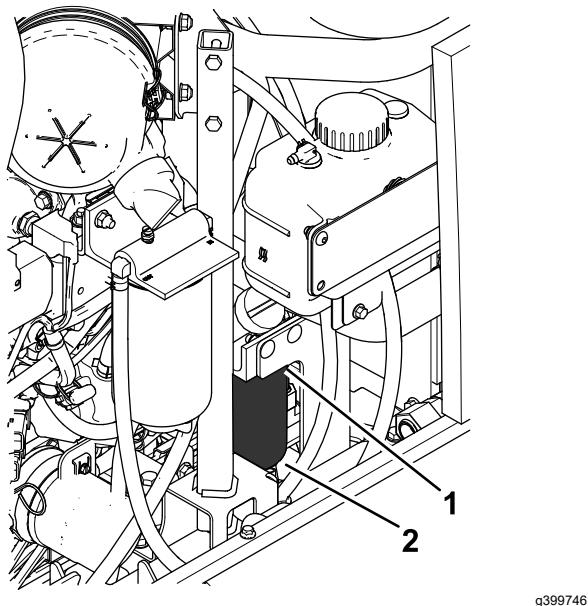

Figura 44
1. Limpie la zona alrededor de la cabeza del filtro de combustible (Figura 44).
- Retire el filtro y límpie la superficie de montaje de la cabeza del filtro (Figura 44).